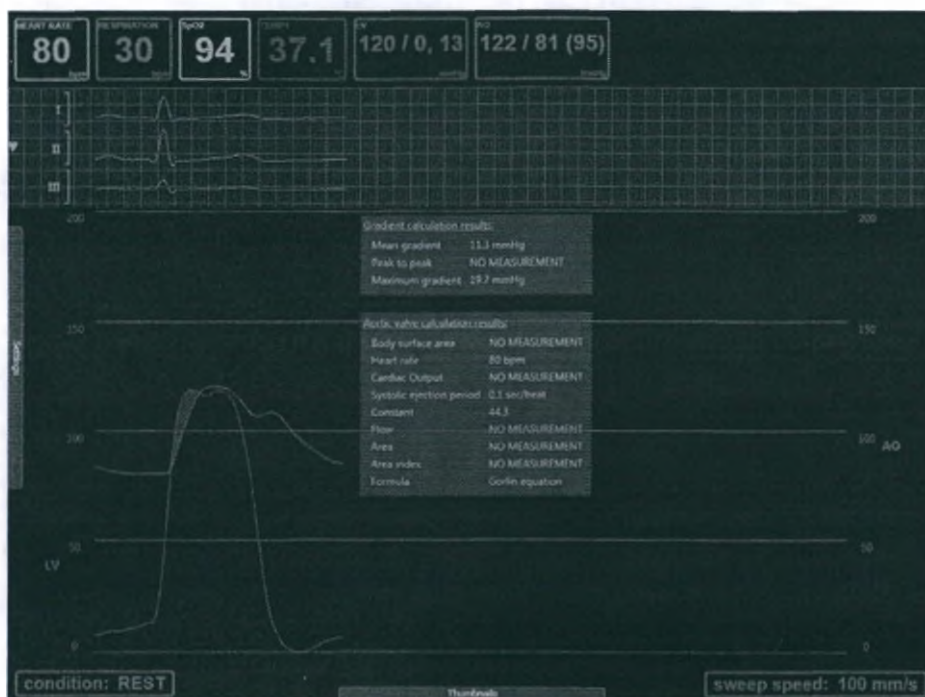

Рис. 9.10: Sample Review (Обзор пробы) — Шаблон расчета градиента протяжки
- 3) При выборе шаблона P2 отображается шаблон с наложением (рис. 9.10).